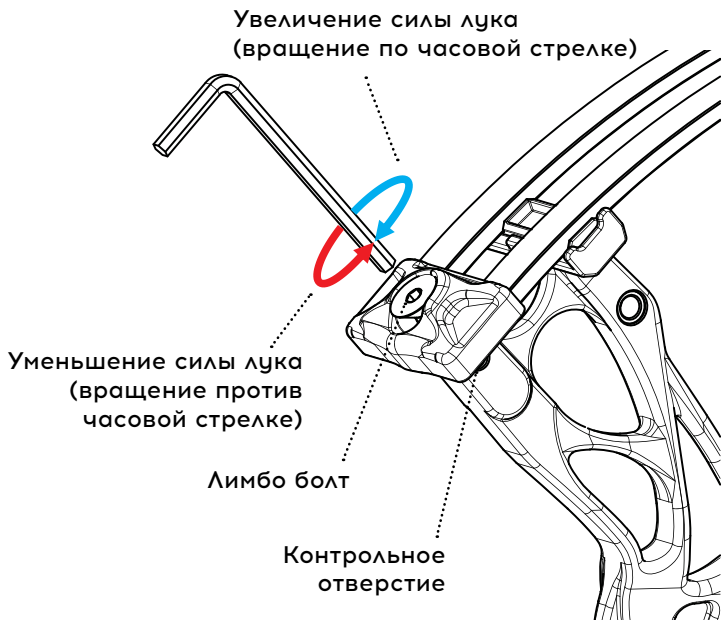

Рис. 6
- Закручивая лимбо болты вы увеличиваете силу лука, раскручивая - понижаете (рис. 6).